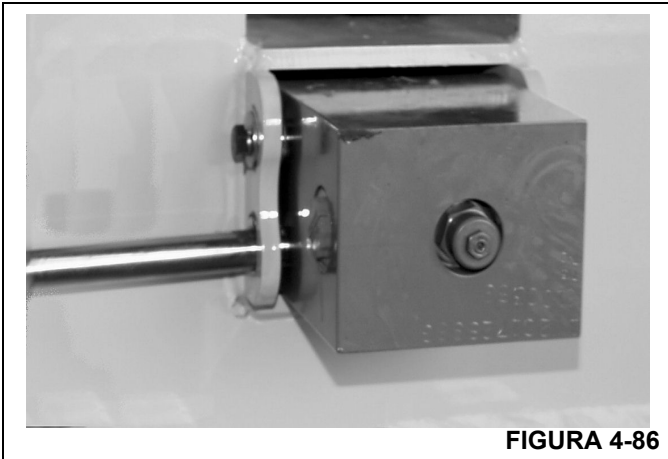

FIGURA 4-86
8. Insira dois pinos de extremidade da haste do telescópio. Prenda as duas extremidades de cada pino com uma arruela lisa, uma arruela de pressão e um parafuso (Figura 4-86).